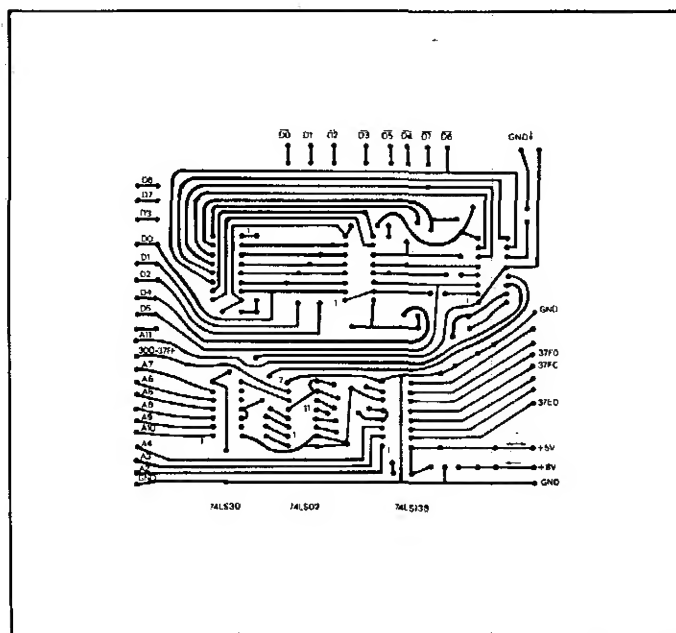

Figura 5 - Layout do circuito impresso da placa adaptadora
- Figura 5 — *layout* do circuito impresso da placa adaptadora;